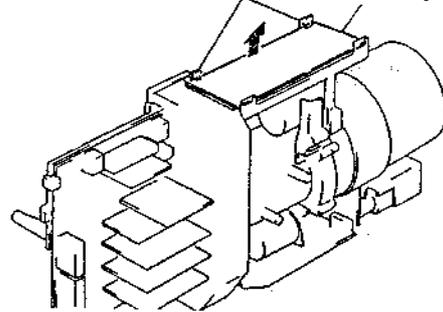

Abb. 2-96 Ausbau der Autofokus-Leiterplatte
4-2 Ausbau der Autofokus-Leiterplatte (Abb. 2-96, 2-97, 2-98, 2-99)
1. Zwei (2) Laschen freigegeben und die Schnittstellen-Leiterplatte in Pfeilrichtung aufklappen (siehe Abb. 2-96).